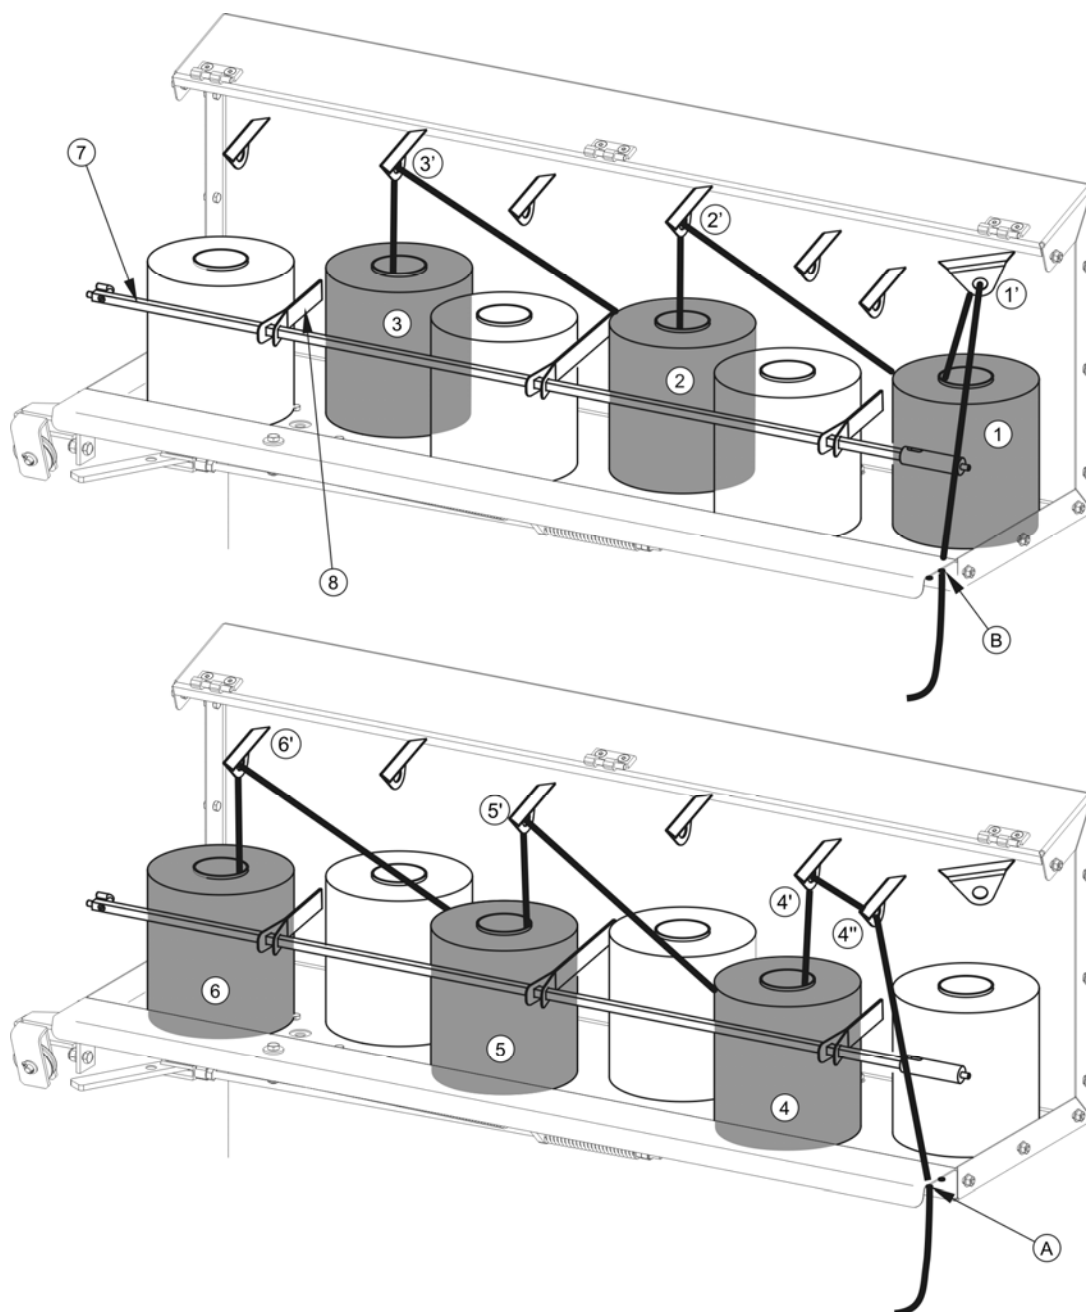

РИСУНОК 4.4 Заправка шнурка в отсеке
- Внутренний конец бобины 1 продеть через направляющую 1 и отверстие в днище отсека рисунок 4.4 .